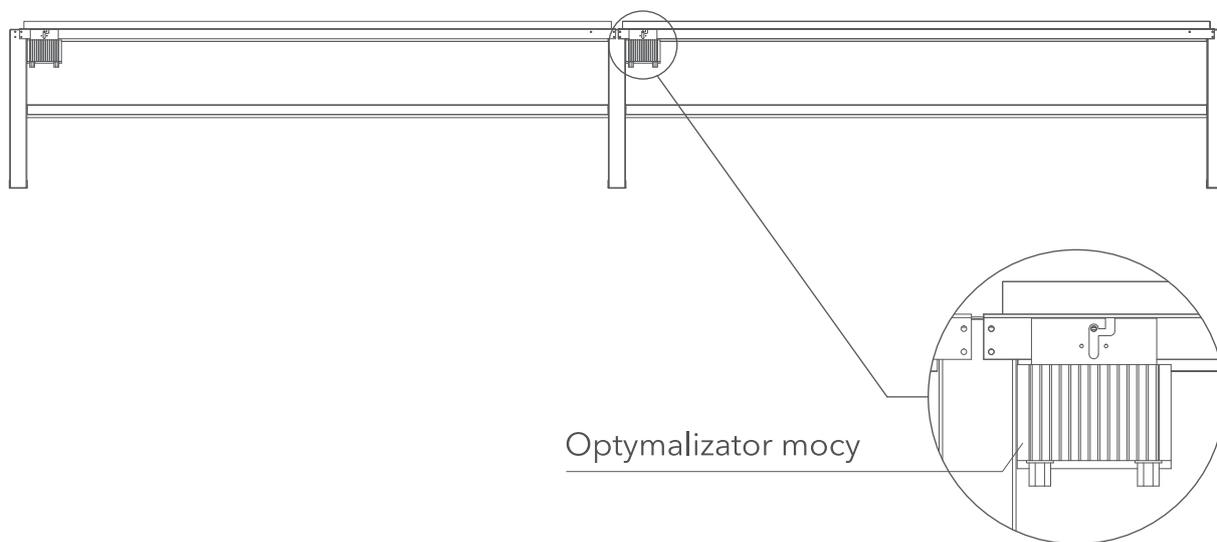

Rys. 5. Łączenie trójkątów montażowych za pomocą łącznika
- 5** Jeżeli będą występować dwa lub więcej rzędów paneli fotowoltaicznych to trójkąty montażowe należy połączyć za pomocą łącznika (Rys. 5).